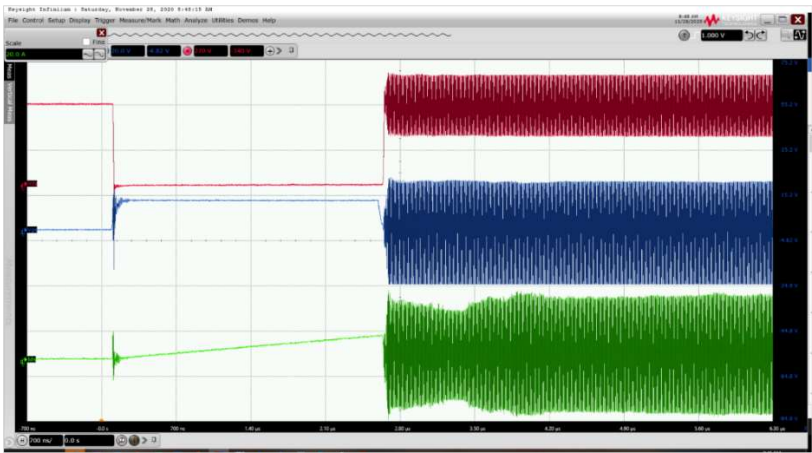

图 3. 关断时的器件振荡。
- **稳定的 DPT 操作**——最大限度降低功率环路和栅极环路电感对于减少 GaN 开关波形中的高频能量更为关键。能量太高会很容易产生过大振铃，导致高压振荡，从而往往会毁坏器件或损坏测试系统(图 3)。